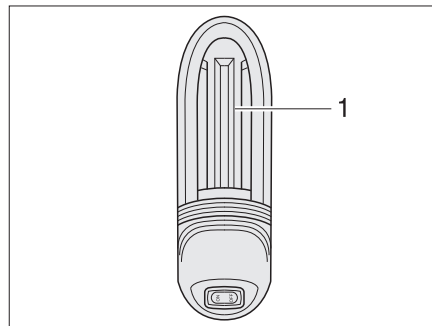

Fig. 399 Lampe de garage
- Pousser le cache de luminaire (Fig. 399,1) vers le haut et l'enlever.